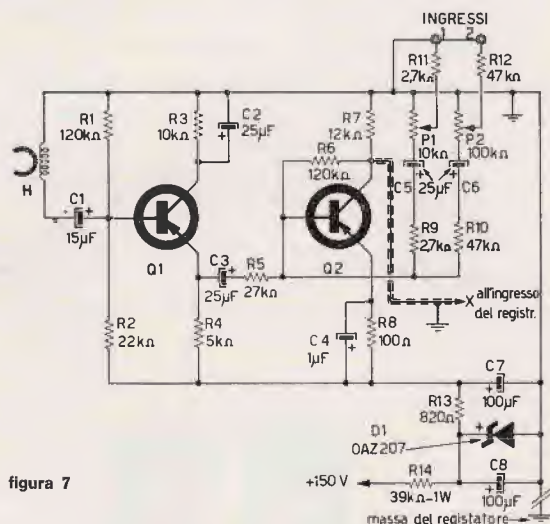

figura 7
In questo modo se ne partono bellamente le alte frequenze, e il suono risultante è tutto distorto; inoltre non si può regolare il livello della seconda incisione; vi pare bello? A me no, per cui ecco il circuito di figura 7 che non è altro se non un simpatico «MIXER», da montare «direttamente» nel registratore, alimentato «direttamente» da un qualsiasi alimentatore che abbia dai 130 ai 160 V di anodica, collegato «direttamente» alla testina C, e ingressi «diretti» e miscelabili, uno a bassa (1) e uno ad alta (2) impedenza, in modo da poter collegare contemporaneamente due microfoni (o altre sorgenti) diversi. Avete visto che tempesta di «direttamente»? Sarà, ma a me piace fare le cose «direttamente», senza ragnatele di fili volanti (...e se poi salta fuori un «ragno a transistor»?).